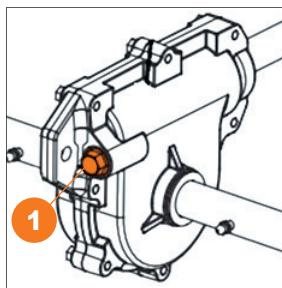

Рис. 30
- Во время обслуживания редуктора самостоятельно, снимите заглушку или открутите болт-заглушку ①, добавьте 30-50 гр. консистентной смазки и установите заглушку на место (Рис. 30).